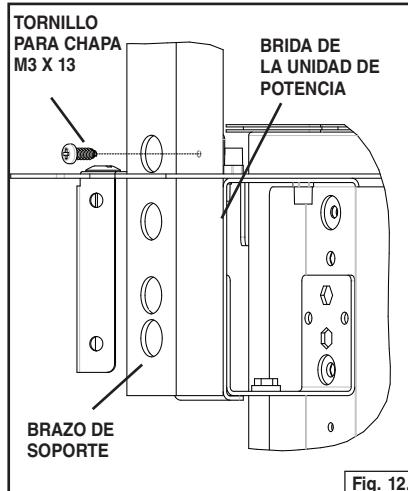

Fig. 12.
- Fije el brazo a la brida de la unidad motriz con (1) tornillo para chapa M3 x 13 mm. Fig. 12.